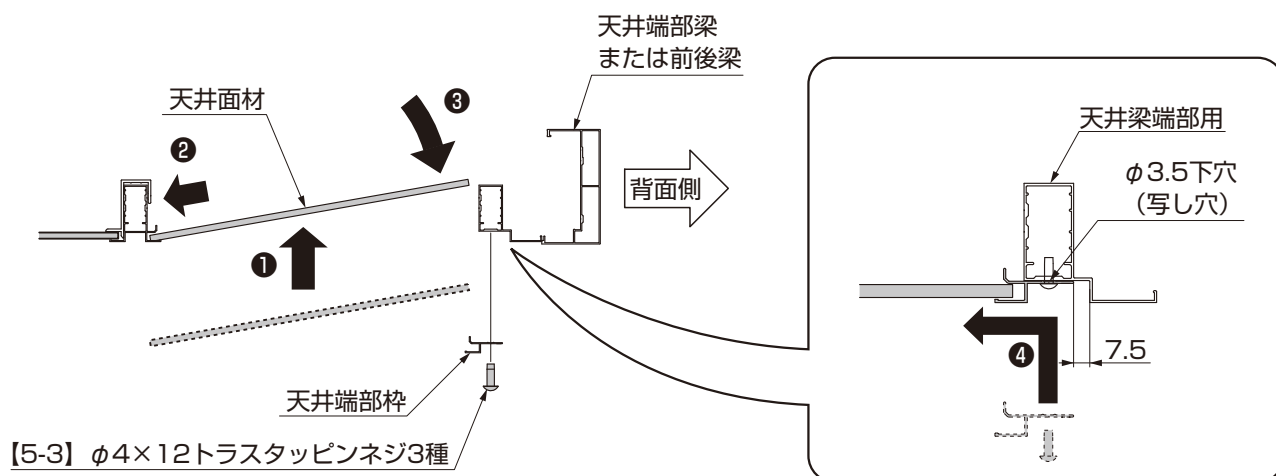
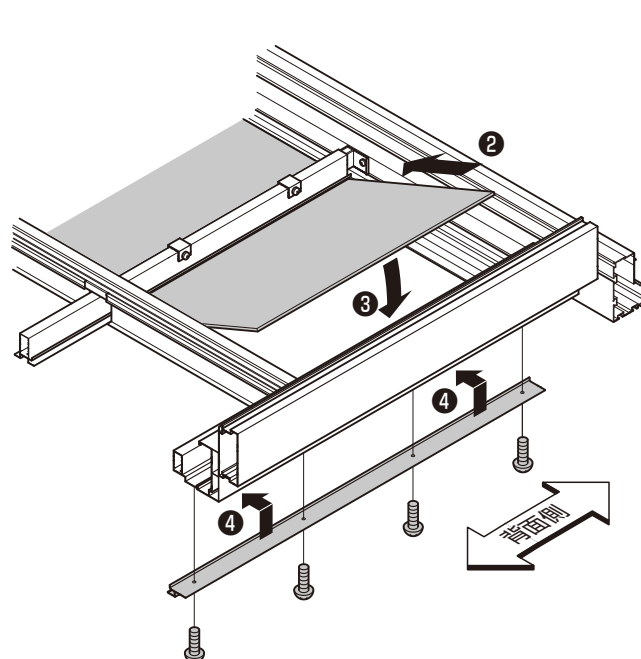

図7-6 天井面材のはめ込み方法（奥行き方向）〈背面側〉
図7-7 天井面材のはめ込み方法（落とし込み）
- ②天井梁端部用にφ3.5の下穴（写し穴）をあけてください。（図7-6参照）
- ③天井面材を中間天井梁中間用にはめ込んでください。（図7-6、図7-7参照）
- ④天井端部枠を天井梁端部用に【3-5】で天井面材が落ちないように正面側にずらしながら取付けてください。（図7-6、図7-7参照）